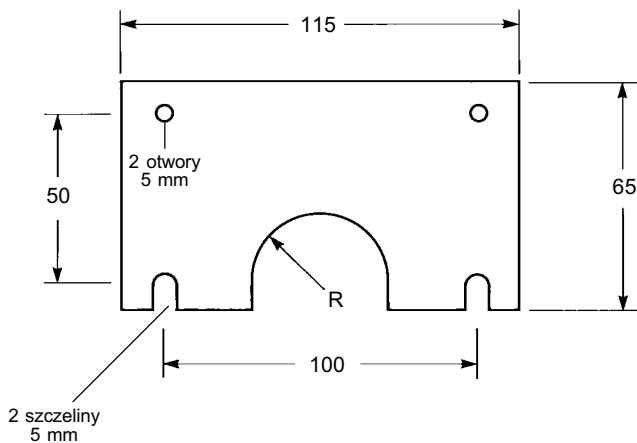

Rys. 4
5.2 Za długość odcinka absorpcji Z (patrz rys. 4) przyjmuje się z reguły odległość, w której smuga pary przestaje być widoczna. Nie oznacza to jednak, że nastąpiła jej całkowita absorpcja.
Aby uzyskać jak najmniejszą długość odcinka absorpcji, parowe nawilżacze powietrza z lancami inżektorowymi Spirax Sarco S.I. zostały skonstruowane tak, aby para była wtryskiwana w kierunku przeciwnym do przepływu powietrza. Ponieważ w praktyce nie ma dwóch identycznych instalacji, parametry poszczególnych instalacji wpływają na powyższe wymagania projektowe. Ogólna zasada jest taka, że lanca powinna być zainstalowana tak, aby dysze były usytuowane w odległości nie mniejszej niż 0,5 m od najbliższego elementu instalacji w kierunku przeciwnym do kierunku przepływu powietrza - patrz rys. 4.
5.5 Aby zapewnić prawidłowe wyniki pomiarów, czujniki wilgotności i temperatury powinny być zainstalowane w takiej odległości w kierunku przepływu powietrza, w której para jest już całkowicie wymieszana z powietrzem - patrz rys. 4.